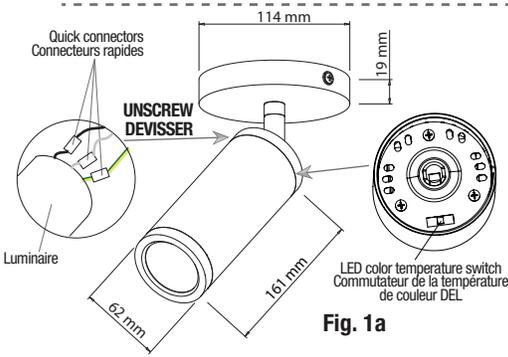

Fig. 1a
1. Connect the quick connectors between cylinder module and mounting kit wires (Fig. 1a detail).
2. Select the desired LED color temperature using the switch inside the cylinder (Fig. 1a detail).
3. Assemble the luminaire by screwing the two parts (Fig. 1a).
1. Brancher les connecteurs rapides entre les fils du module cylindrique et ceux du kit de montage (Fig. 1a détail).
2. Sélectionner la température de couleur de la DEL choisie à l'aide de l'interrupteur situé à l'intérieur du cylindre (Fig. 1a détail).
3. Assembler le luminaire en vissant les deux parties (Fig. 1a).